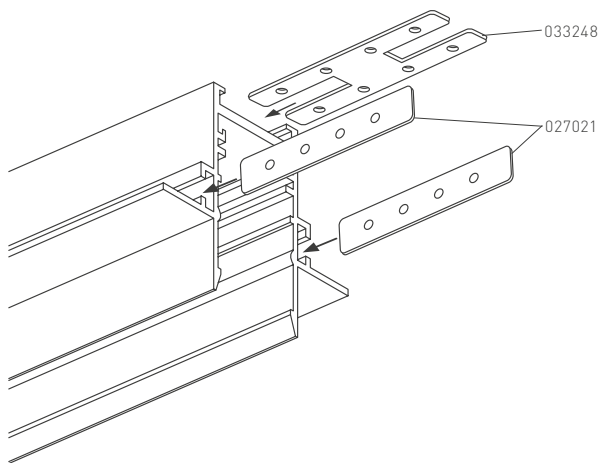

Рис. 3. Установка коннекторов для системы MAG-25
3.12. Установите в пазы шинопровода прямые коннекторы MAG-CON-45-UP (BK) (арт. 027021) и MAG-CON-25-UP (BK) (арт. 033248) на половину их длины и закрепите установочными винтами из комплекта поставки (см. рисунок 3).